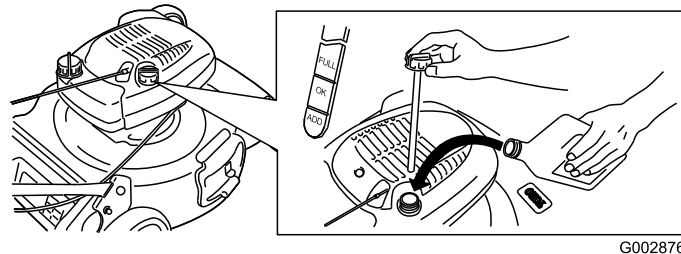

Figura 6
1. Retire la varilla (Figura 6).
2. Vierta **lentamente** aceite en el tubo de llenado hasta que el nivel llegue a la marca **Full** de la varilla (Figura 6). **No llene demasiado.** (Capacidad máxima: 20 onzas, tipo: SAE 30W, aceite detergente con clasificación de servicio API SF, SG, SH, SJ, SL o superior.)